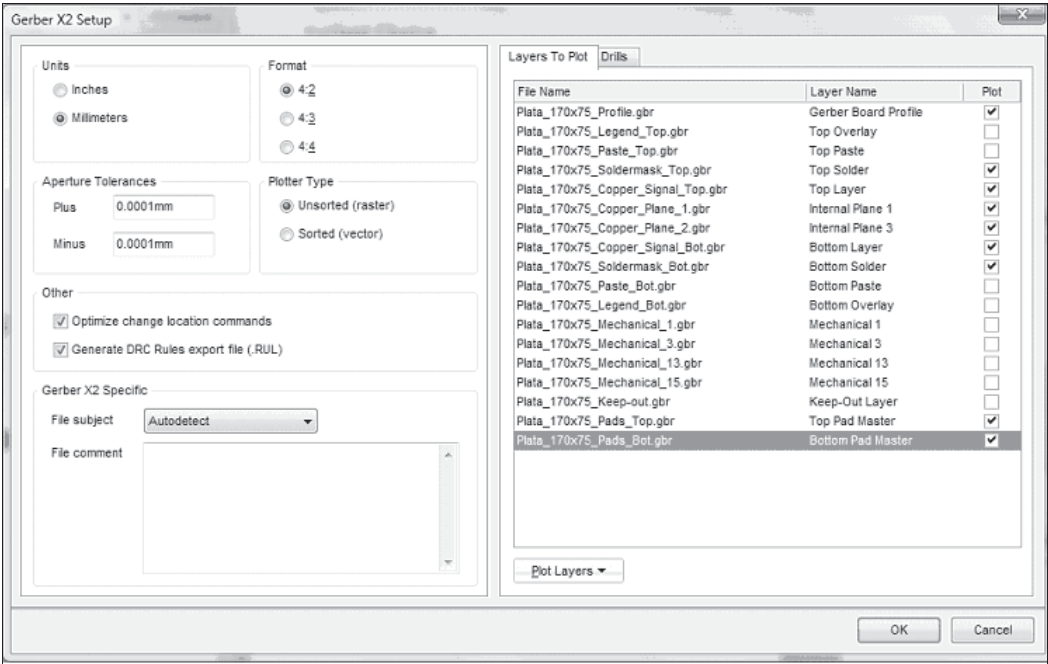
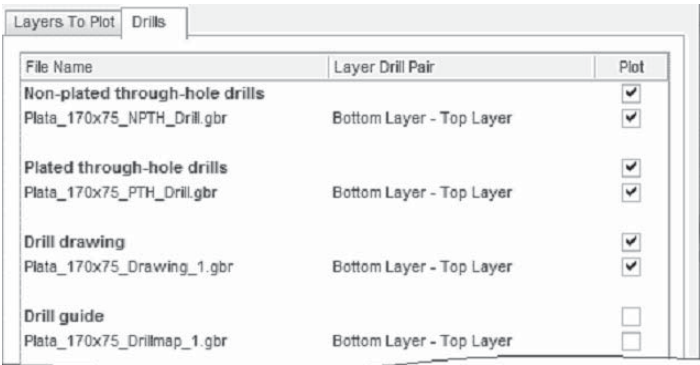

Рис. 10.21. Настройка формата данных и выбор слоев-фотошаблонов
Рис. 10.22. Настройка вывода файлов сверловки
В обоих случаях требуется настройка формата выходных данных. Эта настройка выполняется в диалоговом окне **Gerber X2 Setup** (рис. 10.21).
7. На вкладке **Drills** (Сверловка) в правой половине окна, показанного на рис. 10.21, в колонке **File Name** отображаются имена выходных файлов, а в колонке **Layer Drill Pair** — обозначения парных слоев сверловки (рис. 10.22).